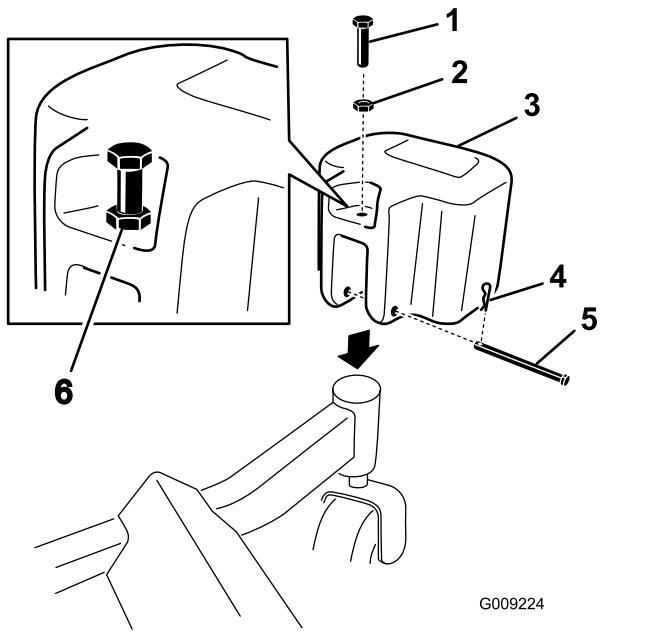

Figura 31
1. Instale contrapesos en las ruedas giratorias delanteras con un pasador y una chaveta (Figura 31).
2. Instale una tuerca de $\frac{3}{8}$ " en cada perno prisionero ($\frac{3}{8}$ " x $1\frac{3}{4}"), e instale los pernos prisioneros en cada peso (Figura 31).$